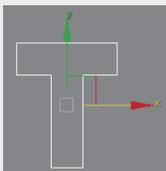

图3-17 T形
- T形：使用“T形”工具可以创建一个闭合形状为“T”的样条线，如图3-17所示。